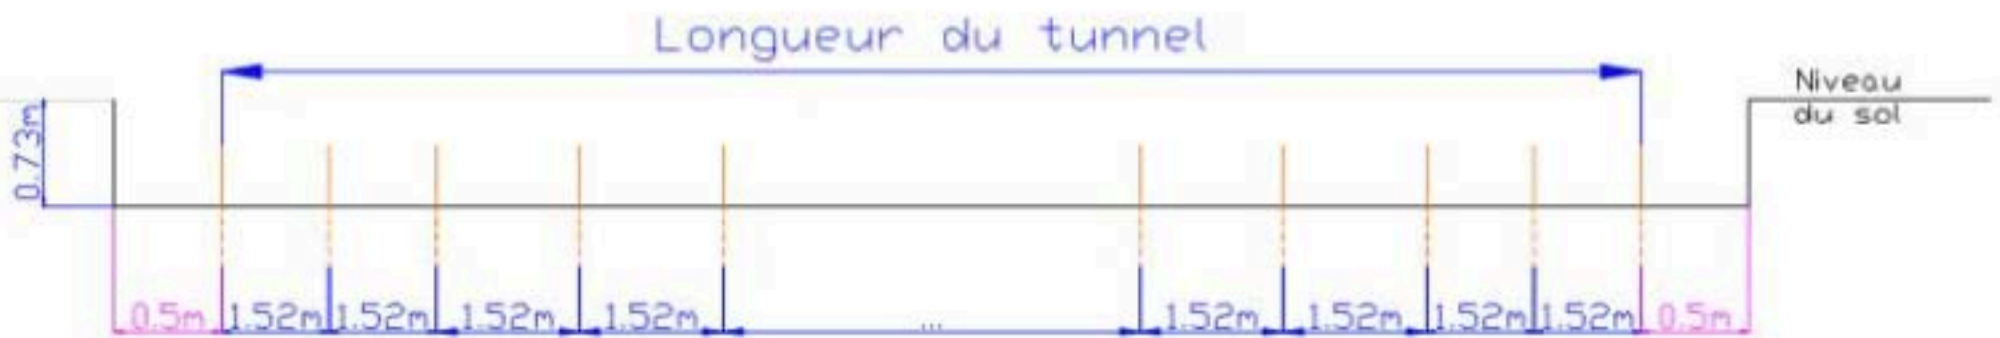

Figure 2 : Répartition des fers à béton
a) En partant d'un côté des tranchées enfoncer les fers à béton (fournis) dans le sol au niveau des ficelles de repérage (Fig.2):